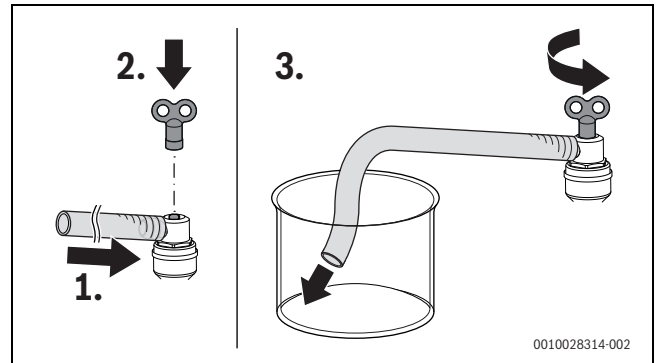

Bild 141 Warmwasserkreis und Heizkreis entlüften
- ▶ Entlüftungsventil so lange öffnen, bis Wasser austritt (→ Bild 141 und Bild 4, Seite 11).
- ▶ Schlauch in ein Gefäß (z. B. Flasche) leiten (→ Bild 141 und Bild 4, Seite 11).